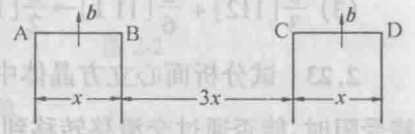

图 2-8
2.36 图 2-8 表示两个被钉扎的刃位错 A - B、C - D,它们的长度均为 x ,且具有相同的方向和相同的柏氏矢量,每个位错都可作为弗兰克-瑞德源。